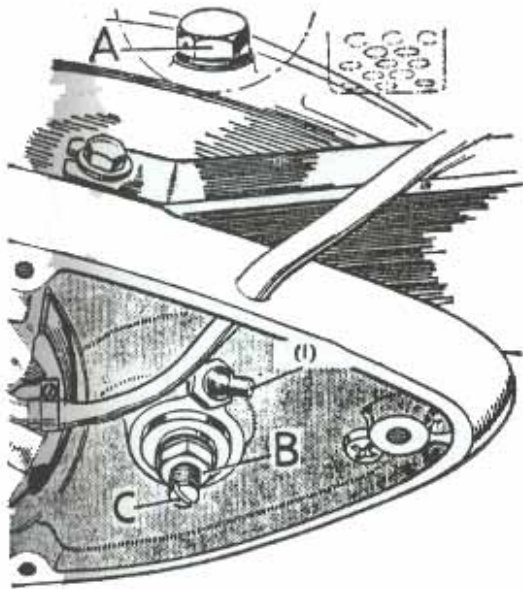

Fig. 24. Registro della frizione; il coperchio è stato smontato (Bantam).
Il registro della frizione è situato all'estremità sinistra dell'albero (Fig. 24), e consiste del perno filettato (C) avvitato nel manicotto di disinnesto della frizione e del controdado (B), che lo blocca in posizione. Queste componenti sono accessibili attraverso un'apertura situata nel coperchio, previa rimozione della caletta di gomma o del coperchio vero e proprio.